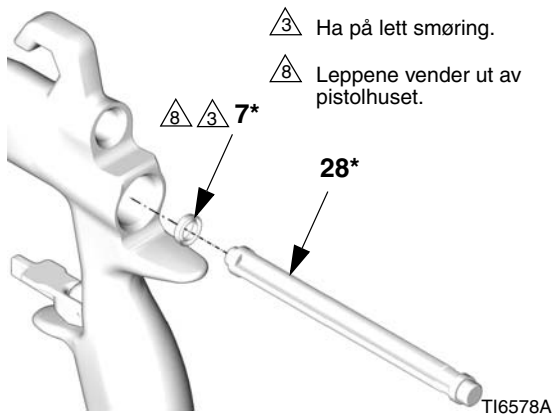

FIG. 41
3. Sett den nye U-koppen (7\*) på forseglingsverktøyet (28\*) med U-kopp leppene vendt mot verktøyet som vist på FIG. 41. Skyv U-koppen på baksiden av pistolen til du kjenner et tydelig knepp.